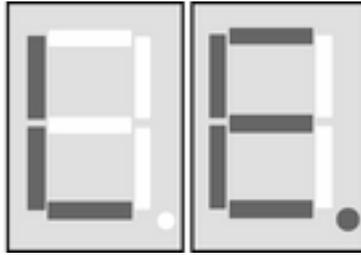

Figura 6: Indicatore LE – „Learn“
- Rilasciare un telegramma di apprendimento sul trasmettitore radio desiderato (vedere le istruzioni per l'uso del trasmettitore radio). Azionare i trasmettitori manuali finché sull'indicatore **LE** non compare (figura 6).